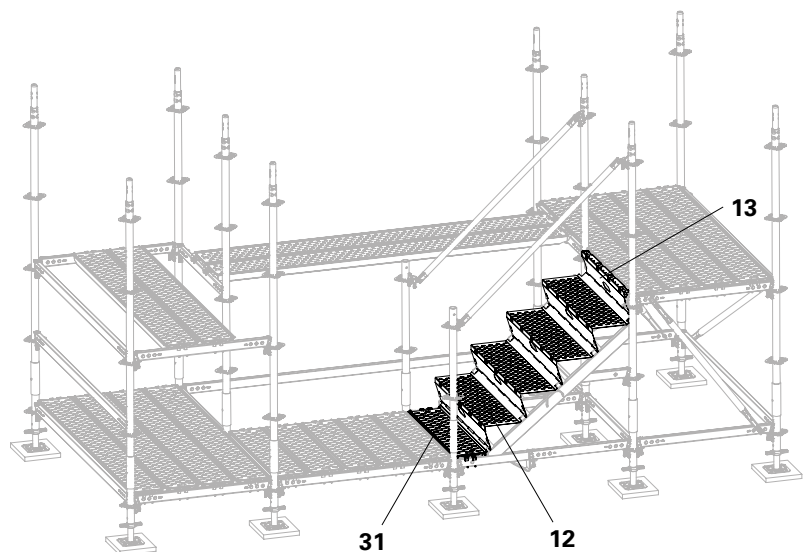

Fig. A8.08
3. Fit 1 x End Step UAE 100. (Fig. A8.08)